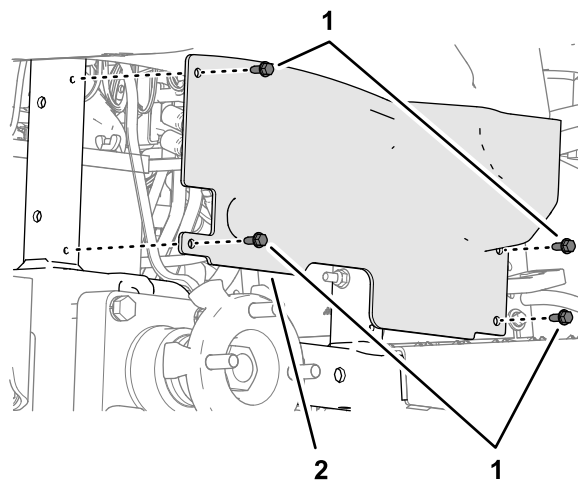

图 31
3. 拆下将车轮护罩固定到机器机架上的 4 个凸缘平头螺丝 $\frac{1}{4} \times \frac{5}{8}$ 英寸图 31。
6. 将车轮护罩与机器机架中的孔对准图 31 用在步骤 3 中卸下的 4 个凸缘平头螺丝 $\frac{1}{4} \times \frac{5}{8}$ 英寸将护罩固定至机架。